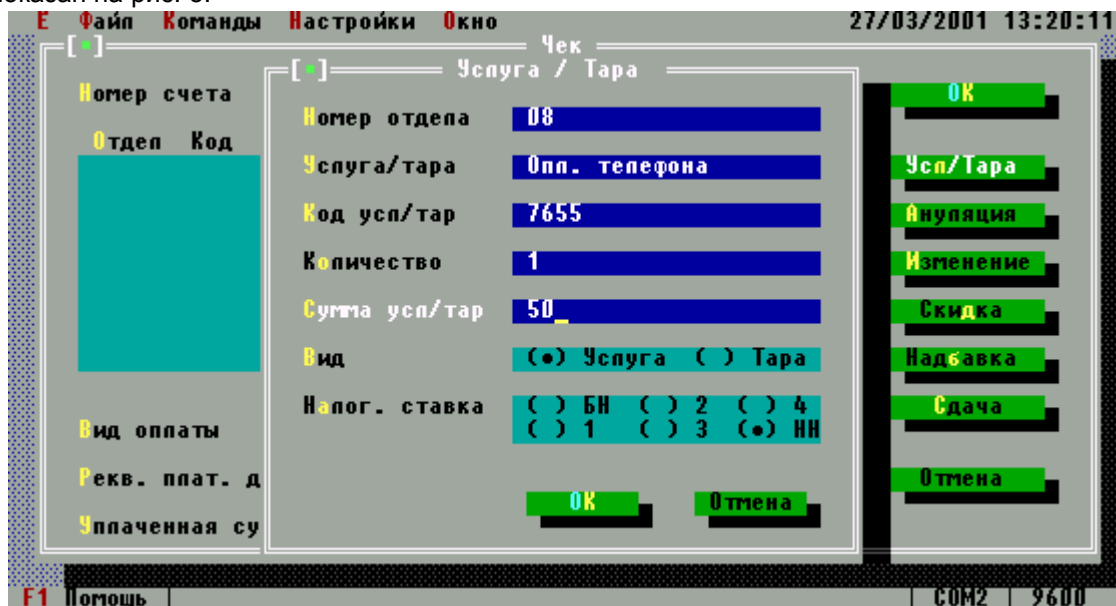

Рис. 5
5.5.5.1. Выполните команду из меню Команды | Чек... | Платёж. Результат выполнения команды показан на рис. 5.